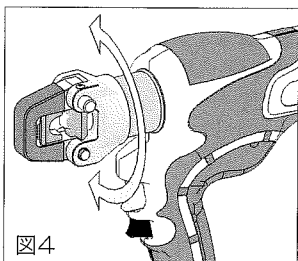

図4
- 5 ヘッド部は180°回転しますので作業性の良い位置に合わせてください。(図4)